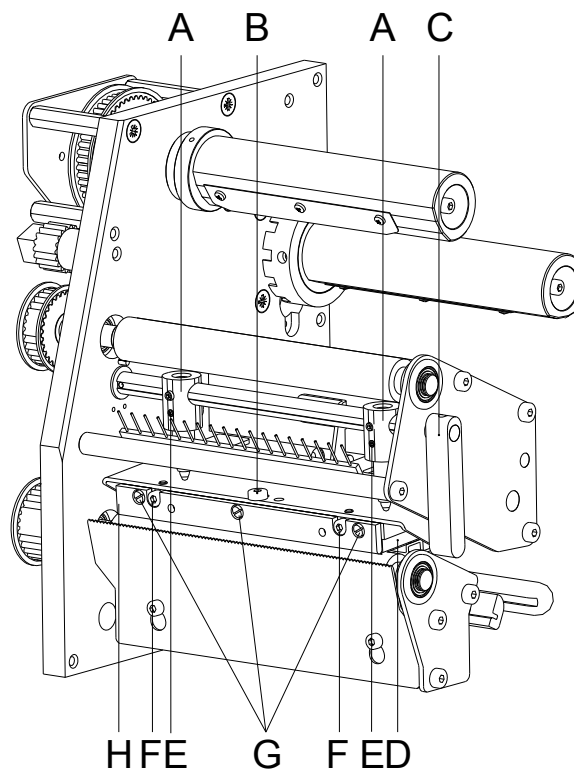

Figura 17
1. Ruotare i bulloni reggispinta (E, Figura 17) per modificare la pressione della testina di stampa.
3. La testina di stampa viene premuta con due slittoni (A, Figura 17). La posizione dello slittone destro deve essere regolata in base alla larghezza del materiale da stampare utilizzato per:
4. Ruotare la leva (C, Figura 17) in senso orario per bloccare la testina di stampa.
5. Allentare la vite (E, Figura 17) di circa ¼ digiro.
6. Posizionare lo slittone destro (A, Figura 17) al di sopra del bordo esterno dell'etichetta e stringere la spina filettata.
7. Serrare di nuovo la vite (E, Figura 17).